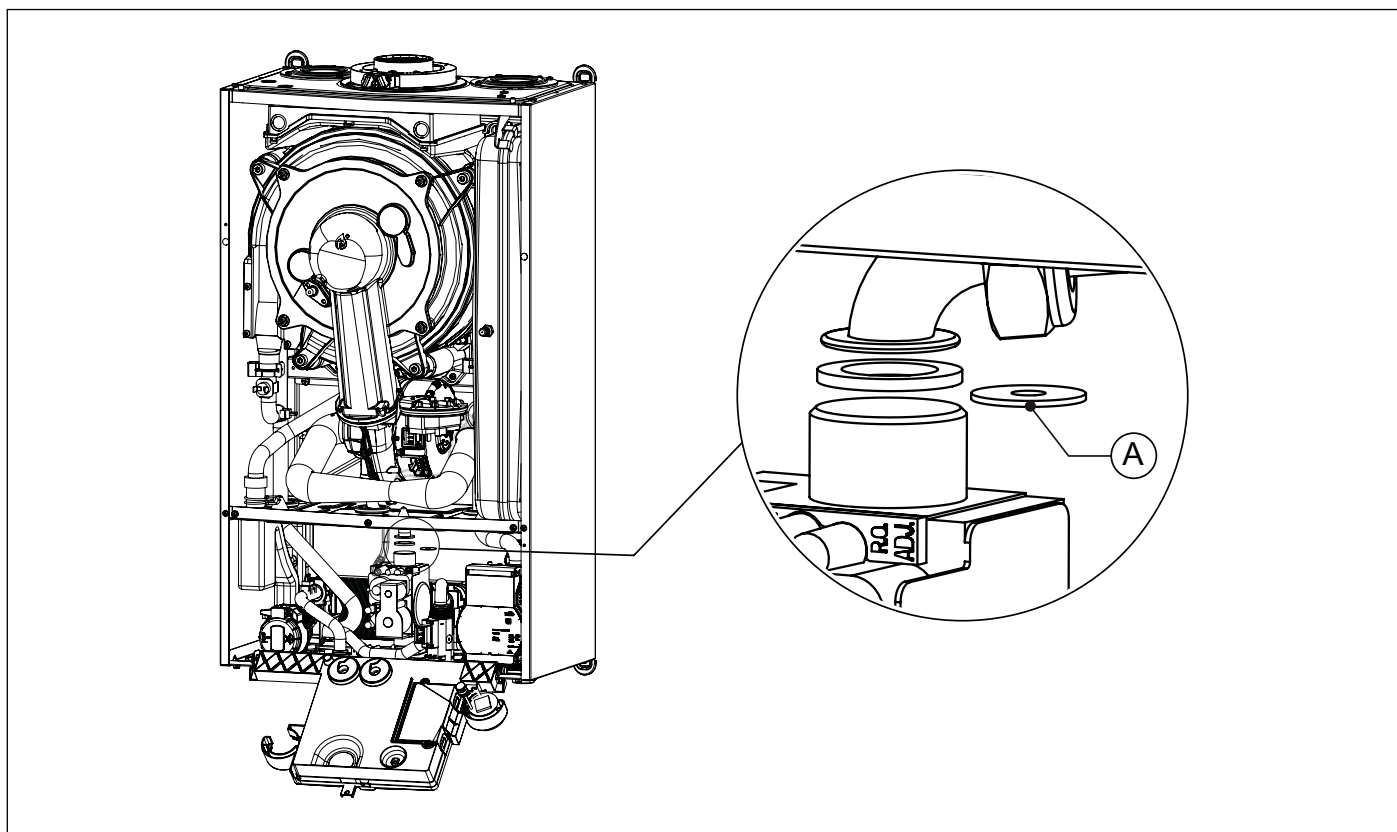

Fig. 23 Sostituzione diaframma gas
- Scollegare il tubo gas dalla valvola gas (vedi Fig. 23 Sostituzione diaframma gas).
- Sostituire il diaframma gas (A) con quello del nuovo tipo di gas (vedi Fig. 23 Sostituzione diaframma gas e Tab. 11 Diametro diaframmi gas (mm)).